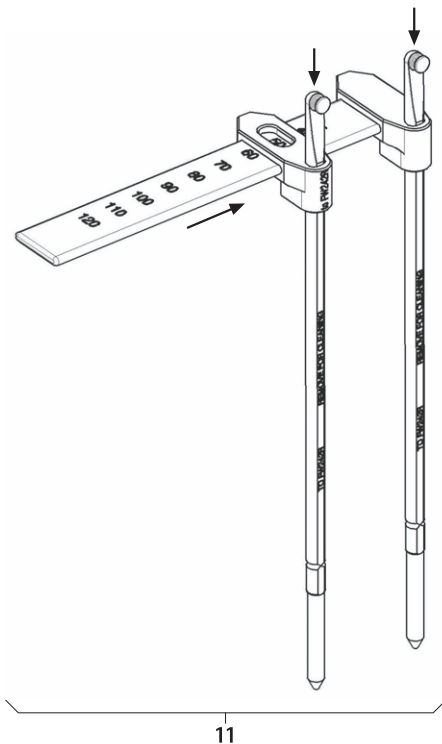

Abb. 16
- Stablängen-Messinstrument 11 montieren, siehe Abb. 16.